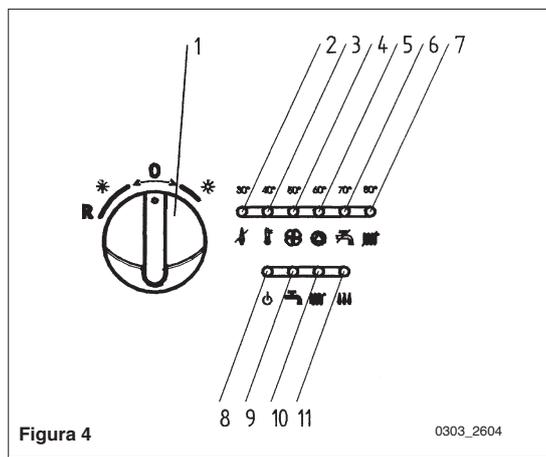

Figura 4
En este caso se aconseja repetir las operaciones de encendido, hasta que el gas llegue al quemador, ubicando momentáneamente el botón (1) en (R) (véase también figura 4).
Se aconselha neste caso de repetir as operações de acendimento, até à chegada do gás ao queimador, posicionando momentaneamente o manípulo (1) em (R) (ver também a figura 4).